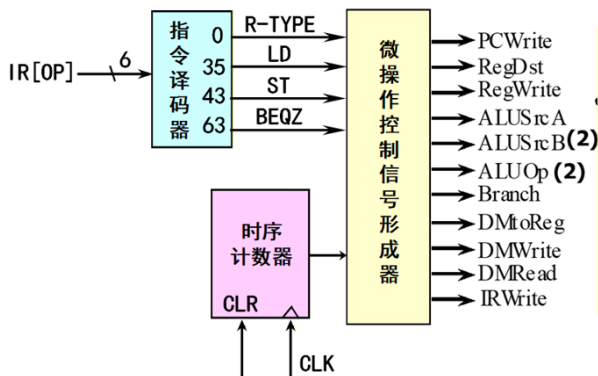

图8.22 模型机的硬连逻辑控制器
8. 比较多周期下的控制信号（P213）与单周期下的控制信号（P201）有什么不同？（本质区别：一个是时序逻辑，一个是组合逻辑），为了好理解对图 8.22 进行了修改：